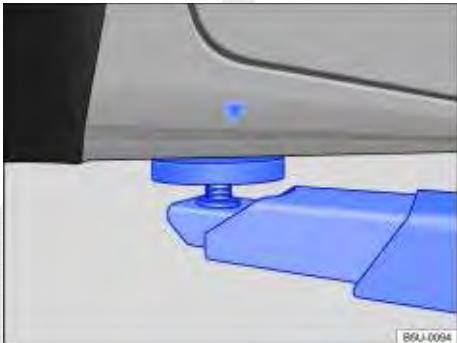
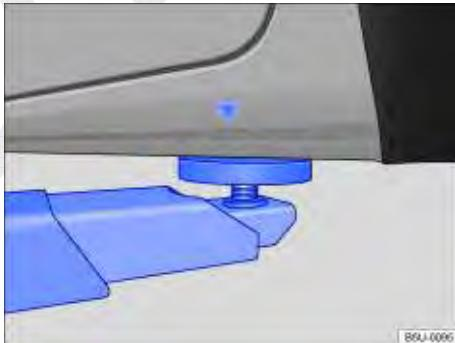

Fig. 122 Pontos de apoio dianteiros para a suspensão com plataforma elevatória ou com macaco.
Fig. 123 Pontos de apoio traseiros para a suspensão com plataforma elevatória ou com macaco.
O veículo deve ser suspenso somente pelos pontos indicados nas figuras ⇒ Fig. 122 e ⇒ Fig. 123. Se o veículo não for suspenso pelos pontos indicados, podem ocorrer danos no veículo ⇒ ⚠️ e ferimentos graves ⇒ ⚠️.
- Suspender o veículo somente pelos pontos indicados nas figuras → **Fig. 122** e → **Fig. 123**. Se o veículo não for suspenso pelos pontos indicados, o veículo poderá cair da plataforma elevatória quando, por exemplo, o motor ou a suspensão for desmontado.